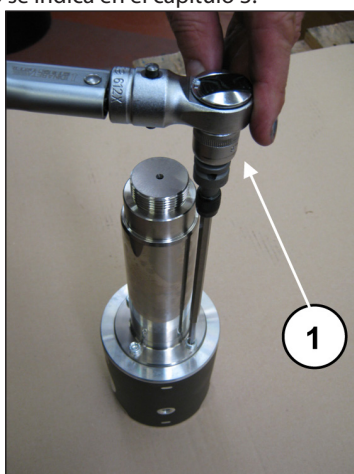

Fig. 50
Bloquear la guía del pistón con la herramienta específica y apretar los tornillos con la llave dinamo-métrica (pos. ①, Fig. 50) como se indica en el capítulo 3.